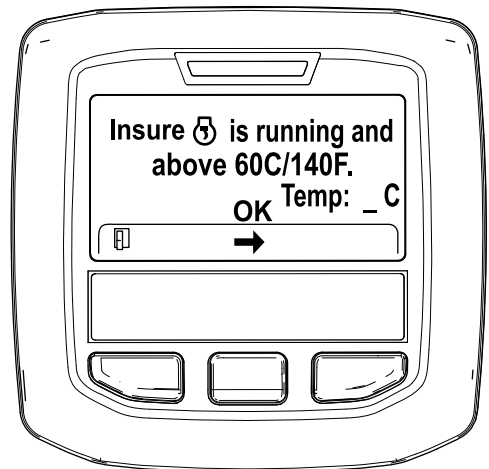

Figura 51
5. Si la temperatura del refrigerante se encuentra por debajo de 60 °C (140 °F) aparece el mensaje "Insure  is running and above 60C/140F" (Asegúrese de que está funcionando y por encima de 60 °C/140 °F). (Figura 51).